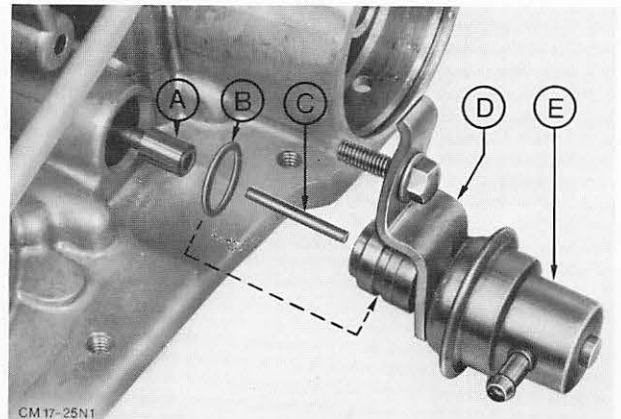

Abb. 60 Vakuummembrane ausbauen
19. Halter – Vakuummembrane vom Getriebegehäuse abschrauben. Vakuummembrane und Steuerstift entfernen, anschließend Drosselventil mit Hilfe eines Stabmagneten aus dem Gehäuse ziehen. O-Ring von der Membrane abnehmen. Abb. 60.